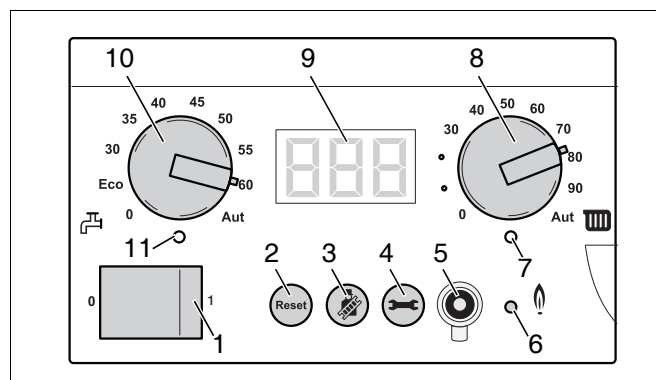

Fig. 70 Regolatore di base BC10
- Disattivare l'impianto di riscaldamento agendo sull'interruttore di esercizio del regolatore di base Logamatic BC10 (fig. 70, pos. 1).
- Attivare l'impianto di riscaldamento agendo sull'interruttore d'esercizio del regolatore di base Logamatic BC10 (fig. 70, pos. 1).
- Mantenere premuto il tasto "Spazzacamino" (fig. 70, pos. 3) (per circa due secondi), finché sia visualizzato il punto nella parte inferiore destra del display (fig. 70, pos. 9). Vedere anche tab. 8, „Prova di combustione“, pag. 37.
- Dopo l'accensione del LED "Bruciatore" (fig. 70, pos. 6) attendere un minuto, finché la caldaia funzioni a pieno carico.
- Premere il tasto "Spazzacamino" (fig. 70, pos. 3) per concludere la misurazione. Vedere anche tab. 8, "Prova di combustione", pagina 37.